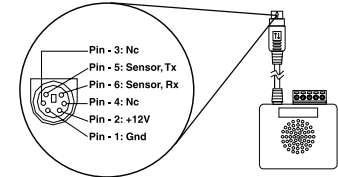

Figure 1 : Connecteur PS/2 EnviroSense
- Blancher le connecteur PS/2 du capteur EnviroSense (figure 1) dans le port PS/2 de la carte auxiliaire SNMP. Se référer à la documentation accompagnant la carte auxiliaire SNMP (ou PDU) pour trouver ce port.